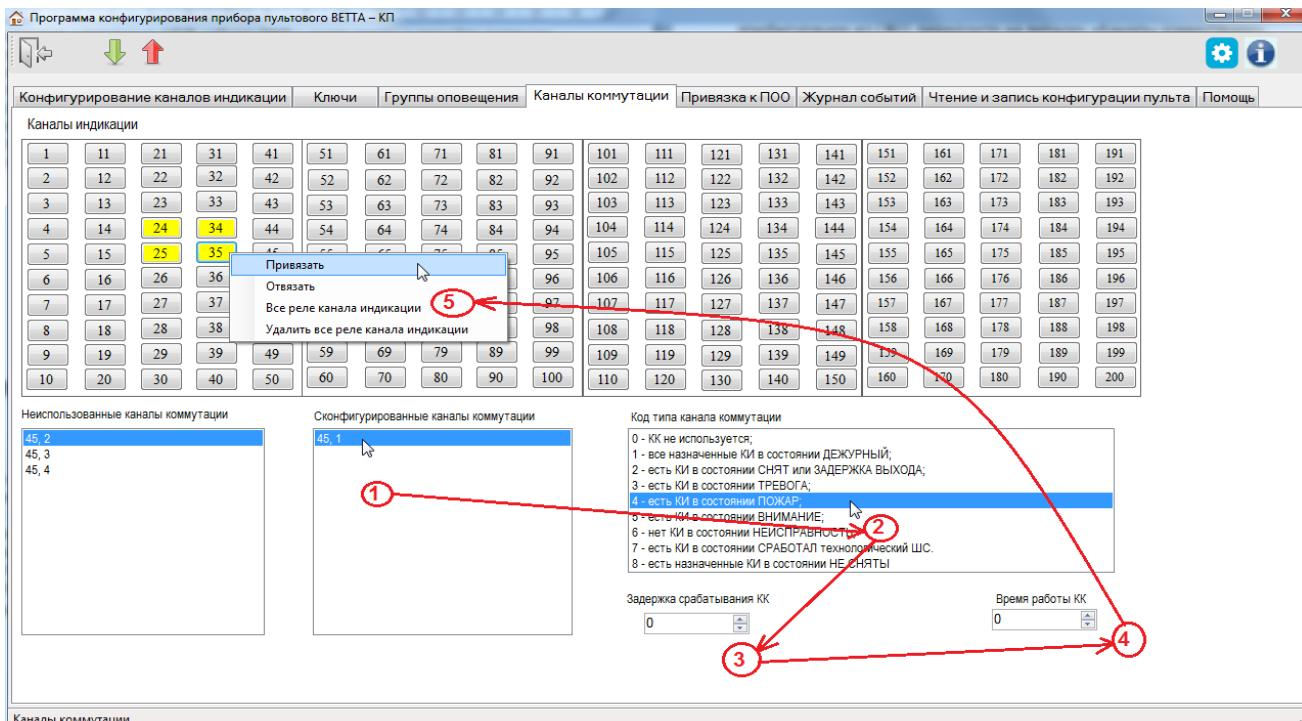

Рис. 28. Порядок действий при настройке канала коммутации блока реле «BETTA-BP»
4) После завершения чтения текущей конфигурации и запуска основного окна программы-конфигуратора, перейдите на вкладку «Каналы коммутации» (Рис. 28).
6) Для настройки канала коммутации перетащите его из списка «Неиспользованные каналы коммутации» в список «Сконфигурированные каналы коммутации» (Рис. 28, шаг1).
- выберите условие срабатывания канала коммутации из списка (Рис. 28, шаг 2),
- выберите задержку срабатывания канала коммутации, в секундах (при нулевом значении – задержка отсутствует; Рис. 28, шаг 3),
- выберите длительность пребывания канала коммутации в сработавшем состоянии, в секундах (при нулевом значении – длительность без ограничения; Рис. 28, шаг 4).
9) Вызовите правой кнопкой мыши контекстное меню и выберите команду «Привязать» (Рис. 28, шаг 5).